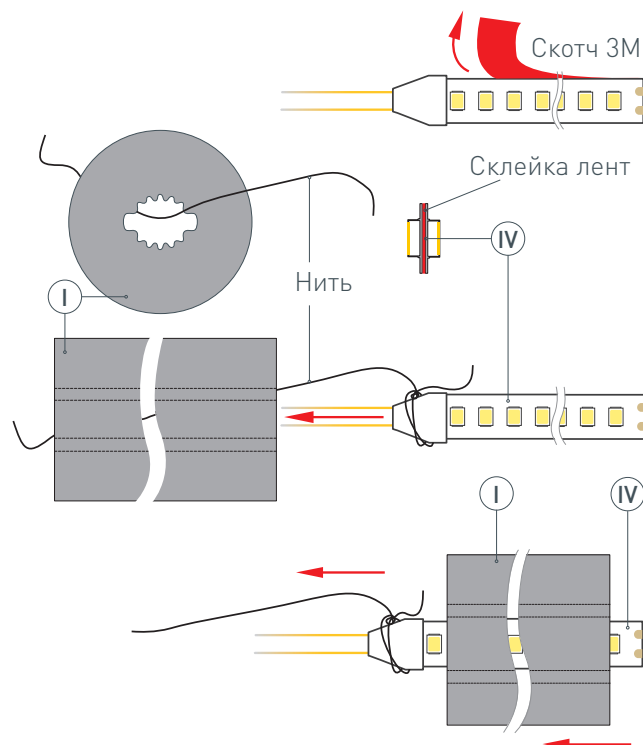

Рис. 1. Протяжка светодиодных лент (IV) в профиль (I), вид сверху
- 1 /** Закрепите держатели (II) на поверхности и выведите наружу кабель от источника для питания светодиодной ленты. **ВАЖНО!** При создании из профиля фигуры с изгибами учитывайте, что длина используемой светодиодной ленты должна превышать длину профиля, необходимого для построения фигуры, — это поможет избежать заломов и отрыва кабелей питания ленты при сгибании профиля.
- 2 /** **ВАЖНО!** Не вытягивайте нить из профиля до монтажа светодиодной ленты в него! Установите* светодиодные ленты (IV) в профиль (I). Для этого необходимо снять защитный слой со скотчей на светодиодных лентах (IV) и склеить ленты тыльными сторонами, чтобы можно было протянуть через профиль. Затем привяжите нить (находится внутри профиля) с одной стороны профиля (I) к склеенным светодиодным лентам (IV), как показано на рис. 1. Чтобы втянуть ленты в профиль, сначала аккуратно поместите кабели питания светодиодных лент (IV) внутрь профиля (I), а затем, насколько это возможно, вставьте край светодиодных лент. Аккуратно потяните за нить с другой стороны профиля (I) и тем самым протяните** светодиодную ленту (IV) в профиль (I). Отвяжите нить от светодиодной ленты. **! ЗАМЕНА ЛЕНТЫ.** Если понадобится заменить уже установленные в профиле светодиодные ленты, то необходимо проделать те же действия: привяжите нить к светодиодным лентам с одной стороны профиля, аккуратно потяните ленту с другой стороны профиля. Таким образом, нить снова окажется внутри профиля, готовая для повторного использования.